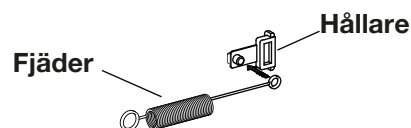

Fig. 8
- Fäst den "lilla" öglan på fjäderns trådände, på hållaren (2 hållare+2 fjädrar för varje galler) Fig. 8.